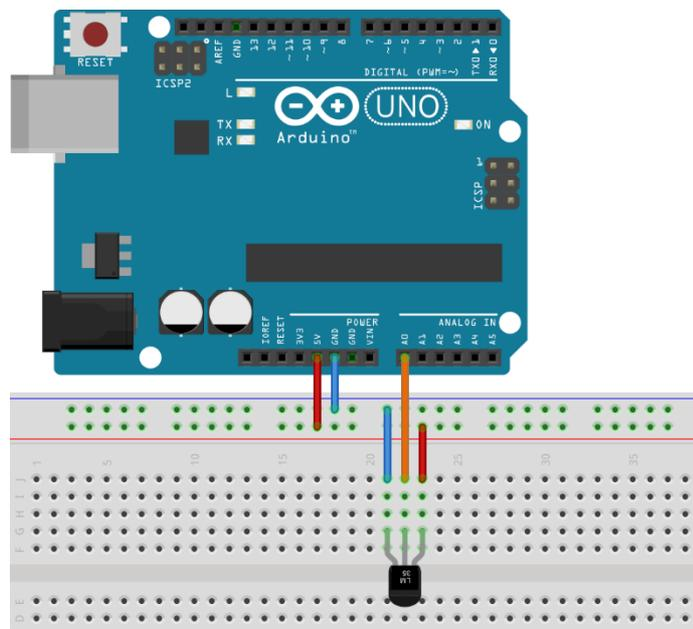

Figura 4. Conexiones con un sensor de temperatura.
2. Conecte el sensor de temperatura TMP36 a una entrada analógica de la tarjeta Arduino, como se muestra en la figura 4. Envíe los valores sensados por el puerto serial mostrándolos en el IDE del Arduino.